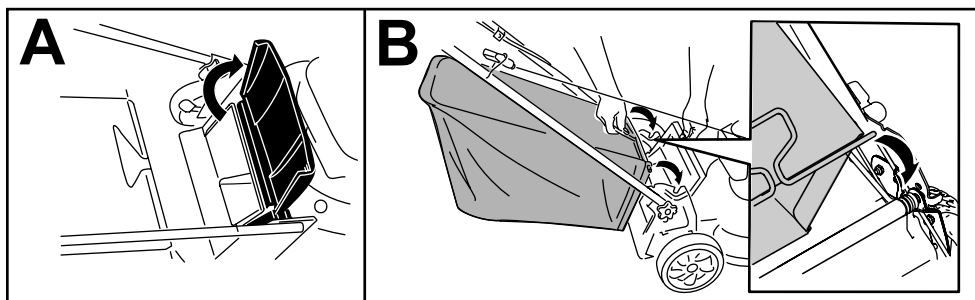

Figura 16
1. Levante y sujete el deflector trasero (Figura 16, A).
2. Instale el recogedor, asegurándose de que los pasadores de la bolsa descansan en las muescas del manillar (Figura 16, B).